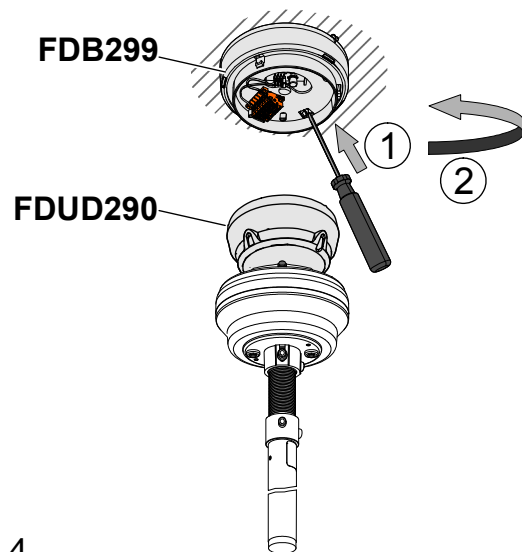

Fig.4
- Press the lock with a screwdriver (Fig. 4).
- Drücken Sie mit einem Schraubendreher die Verriegelung (Fig. 4).
- Appuyez sur le verrouillage avec un tournevis (Fig. 4).
- Presione con un destornillador el bloqueo (Fig. 4).
- Premere sul bloccaggio con un cacciavite (Fig. 4).